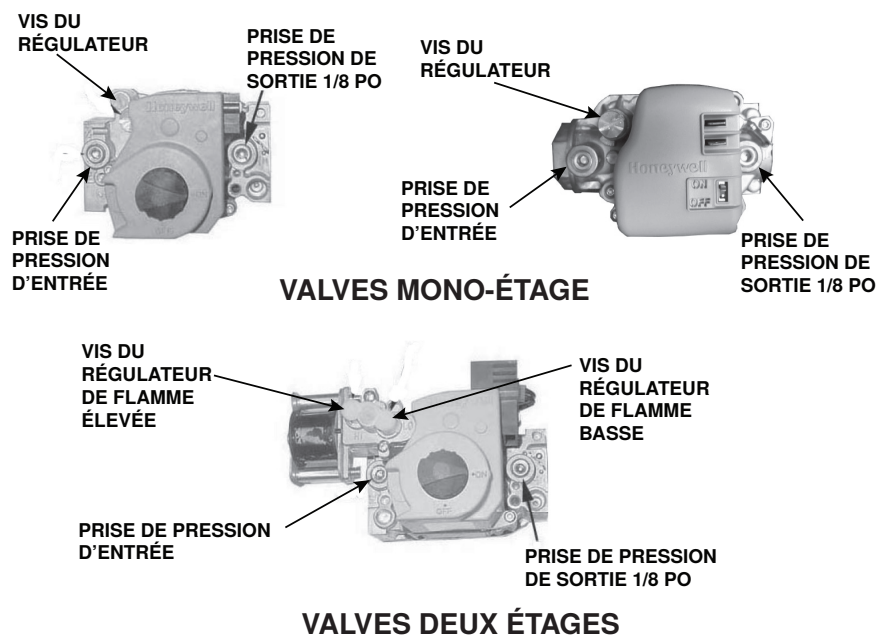

Figure 21. Vannes à gaz combinées
4. Branchez le manomètre dans la prise de pression de sortie de la vanne (voir **Figure 21**).
6. Enlevez le capuchon de la vis du régulateur à combustion faible (voir Figure 21) et ajustez la pression conformément au Tableau 22 en tournant la vis du régulateur vers l'intérieur (sens des aiguilles d'une montre) pour augmenter la pression ou vers l'extérieur (sens contraire aux aiguilles d'une montre) pour réduire la pression. Reconnectez le fil à la borne HI de la vanne à deux étages à combustion faible.
9. Branchez le manomètre sur la prise de pression d'entrée (voir Figure 21). Pendant que l'appareil de chauffage fonctionne, mesurez la pression d'entrée, qui devrait être entre 5 et 14 PO CE pour le gaz naturel ou entre 11 et 14 PO CE pour le propane.